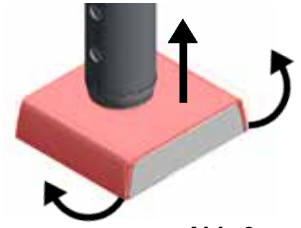

Abb. 3
- ⇒ Die Abdeckung rechts und links leicht aufbiegen und nach oben schieben (Abb. 3).